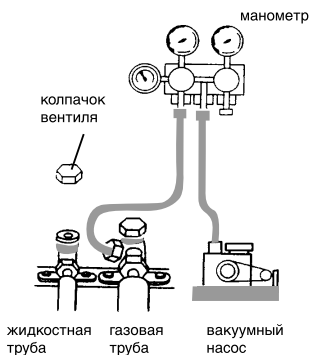

Рис. 10
1. Удалите воздух и жидкость, оставшиеся в системе хладагента с помощью вакуумного насоса (см. рис. 10).